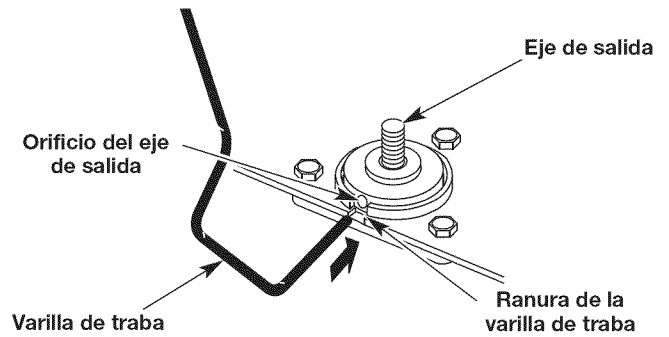

Fig. 6
1. Alinee el orificio del eje de salida con la ranura de la varilla de traba. Inserte la varilla de traba en la ranura de la varilla de traba y en el agujero del eje de salida (Fig. 6).
6. Alinee el orificio del eje de salida con la ranura de la varilla de traba. Inserte la varilla de traba en la ranura de la varilla de traba y en el agujero del eje de salida (Fig. 6).